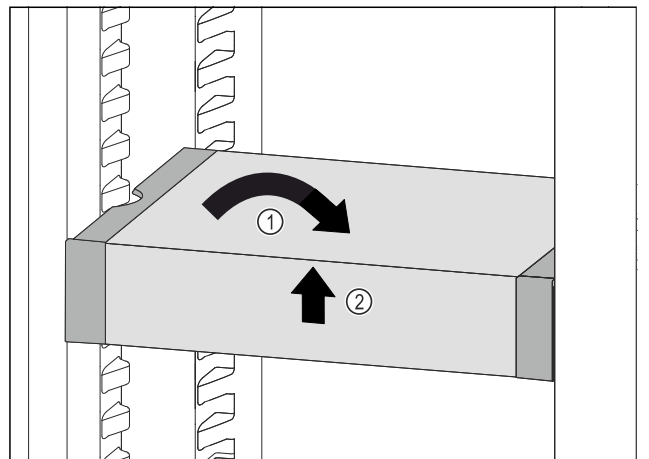

Fig. 192
- ▶ 将 VarioSafe 放平。Fig. 192 (1)
- ▶ 抬起 VarioSafe 前部。Fig. 192 (2)